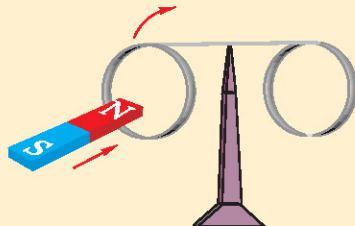

图 1-4-9
1. 如图 1-4-9 所示，两个相同的铝制圆环中，一个有切口，固定在一根可以在水平面内自由转动的直杆上。当磁铁磁极移近（不要碰到）完整的圆环时，圆环会随磁铁运动，好像被推动了；拉出磁极，圆环也跟过来。同样操作对于另一个有切口的圆环，则没有反应。试解释道理何在？